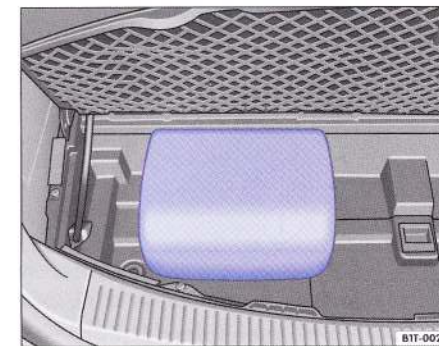

Fig. 101 Portbagajul: Locul de depozitare a tetierelor din al treilea rând.
- Introduceți tetierele în suporturile prevăzute ⇒ fig. 101. Apăsăți picioarele tetierelor în jos, pentru a se fixa bine în suport.